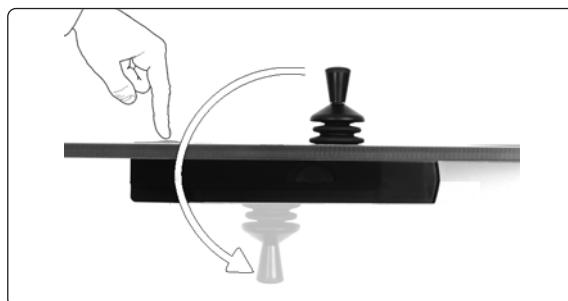

Bild 2. Panelen går att vända. Tryck ned knappen i framkant och vrid panelen framåt 180 grader.
5. Panelen kan vändas 180 grader för att på så sätt få en plan bordsskiva. Se *bild 2*.